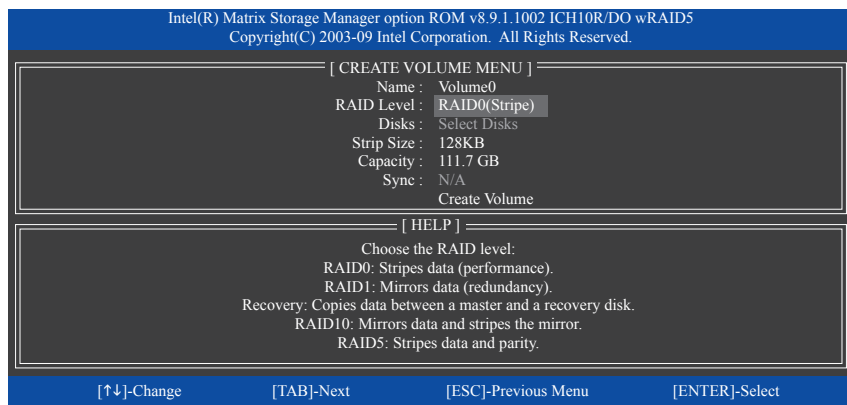

図 4
**CREATE VOLUME MENU** スクリーンに入った後、**Name** アイテムの下で 1~16 文字 (文字に特殊文字を含めることはできません) のボリューム名を入力し、<Enter> を押します。次に、RAID レベルを選択します (図 4)。サポートされる RAID レベルには RAID 0、RAID 1、Recovery (リカバリ)、RAID 10、RAID 5 が含まれています (使用可能な選択は取り付けられているハードドライブの数によって異なります)。<Enter> を押して続行します。